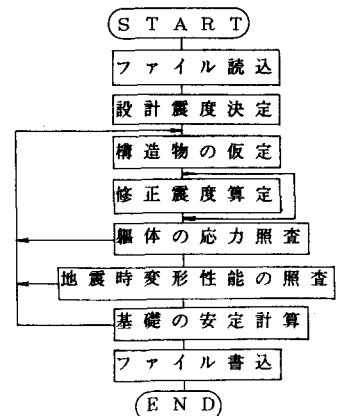

図1 処理の流れ
4. 本システムの概要 本システムの大まかなフローチャートを図1に示す。また、CRT画面に現われる画面のハードコピーの例を図2～4に示す。